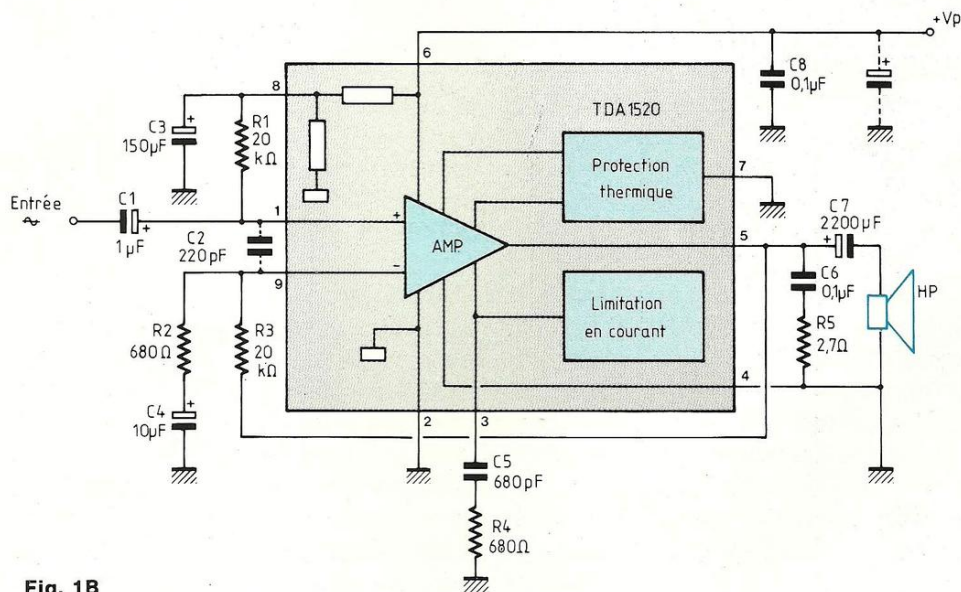
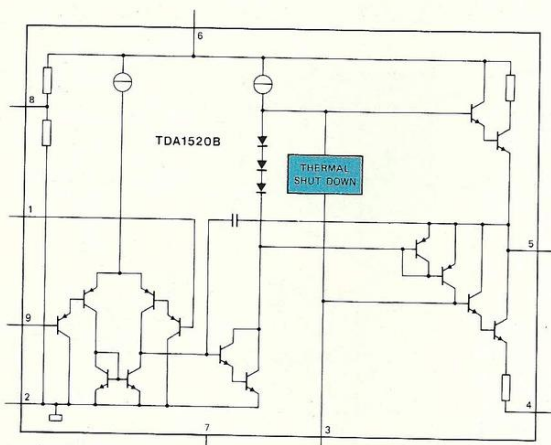

Fig. 1B
Fig. 2
proposé dans le Led n° 80 que nous republions en figure 1B, afin que les lecteurs qui n'en auraient pas eu connaissance, puissent observer et saisir la technique du pontage.
Il est réalisé à partir de deux étages identiques, tel celui de la figure 1B. Le TDA 1520 est un amplificateur "mono" et non "stéréo" comme le TDA 1510, deux boîtiers sont donc nécessaires. Le premier TDA 1520 / IC1 est monté de façon presque semblable au schéma 1B. Le signal alternatif est appliqué à la broche 1 (entrée non inverseuse) à travers un condensateur polarisé C1. Ainsi, seule la modulation BF peut parvenir à la broche 1, polarisée par la résistance R1. Cette résistance R1 est d'autre part reliée à la broche 8. En observant le diagramme interne du TDA 1520B de la figure 2 (quelque peu différent de celui du TDA 1520, au niveau des protections, voir Led n° 80), on remarque que R1 est connectée à un pont diviseur résistif interne au TDA et que de ce fait, C3 sert de condensateur de découplage.
rences, au niveau des protections (que l'on peut comparer avec la figure 2 de ce numéro et la figure 2 du Led n° 80, page 17). Ces différences se répercutent sur le brochage d'une part, le TDA 1520 ayant sa patte (7) reliée à la masse alors que celle du TDA 1520A n'est pas connectée (n.c.), d'autre part la résistance de compensation sur la